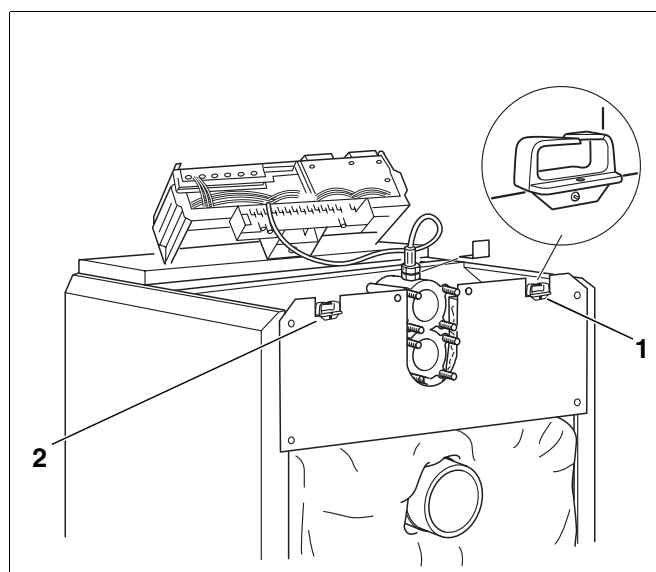

Рис. 46 Электрическое подключение
- Закрепить винтами держатель кабеля (рис. 46, поз. 1 и 2) слева или справа на задней стенке котла.